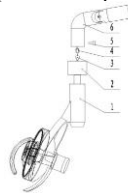

Рисунок 2
- б) Сборка операционного светильника (рисунок 2). Достаньте светильник из коробки, ослабьте болт на светильнике, соедините детали 3 и 4. Присоедините светильник к рычагу, вкрутите болт в отверстие 5 для фиксации светильника.